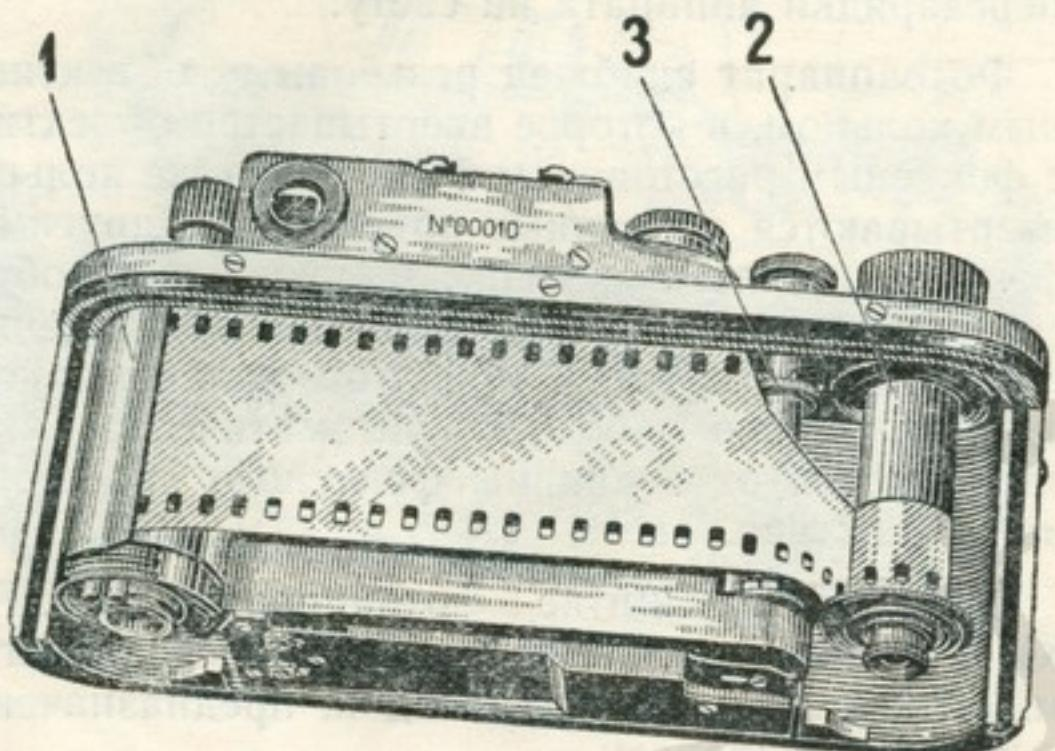

Рис. 3.
Фотоаппарат «ЗОРКИЙ-3» имеет съемную заднюю стенку, облегчающую процесс юстировки объективов и процесс зарядки фотоаппарата (рис. 3).
Кассета фотоаппарата «ЗОРКИЙ-3» (рис. 3) состоит из двух трубок—внутренней и наружной, входящих одна в другую, и катушки для намотки пленки.
- г) Кассету вставить в аппарат таким образом, чтобы выступ кассеты был обращен к передней стенке аппарата, а прорез наружной трубки к задней стенке. При этом одновременно насадить на поводок приемную катушку, установив пленку так, чтобы зубья транспортирующего барабана входили в перфорацию пленки (рис. 3).